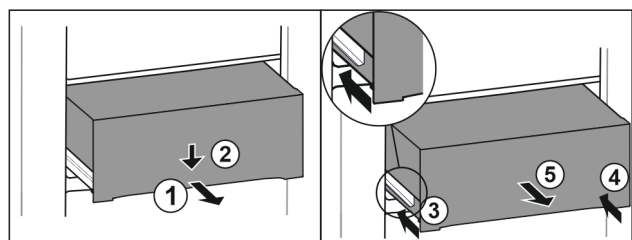

Fig. 139
- ▶ Dra ut utdragslåda till hälften. Fig. 139 (1)
- ▶ Tryck utdragslådan på framsidan nedåt. Fig. 139 (2)
- ▶ Skjut in vänster skena ca 2 cm. Fig. 139 (3)
- ▶ Skjut in höger skena ca 2 cm. Fig. 139 (4)
- ▶ Ta ut utdragslåda genom att dra den framåt. Fig. 139 (5)